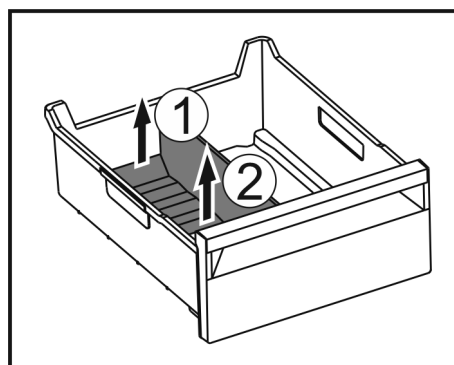

Fig. 176
- Soulever la partie arrière du séparateur de congélateur. Fig. 176 (1)
- Retirer le séparateur de congélateur par le haut. Fig. 176 (2)